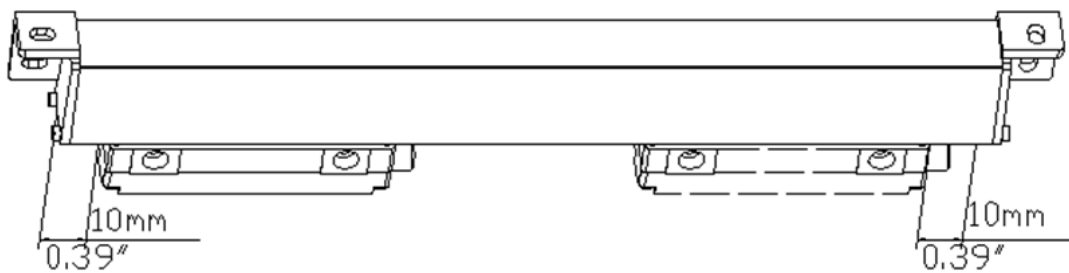

图4.1
- 1) 光栅尺的有效量程应大于机床的最大行程；如果长度不够，应更换较大行程的光栅尺或在机床上加装限位块。读数头的终点位置距尺身端部应有不小于10mm的空间(图4.1)。